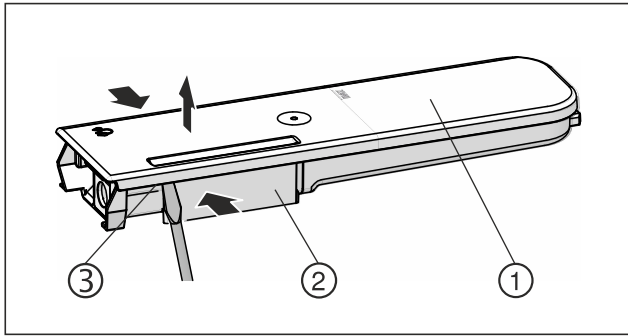

Fig. 135
- ▶ Presați rezervorul de apă Fig. 135 (2) împreună și trageți cu grijă capacul Fig. 135 (1) peste ciocurile opritoare Fig. 135 (3) și trageți-l în sus.
- ▶ Mișcați ușor capacul Fig. 135 (1) înainte și înapoi și scoateți-l în sus.